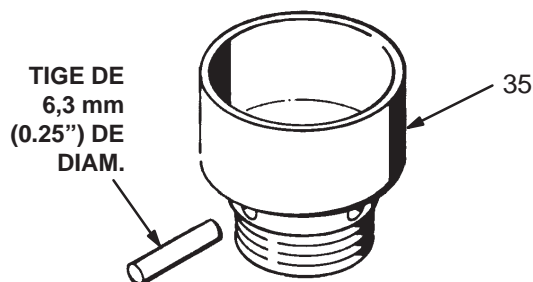

Fig. 3
Laisser l'écrou/la coupelle de presse-étoupe à moitié rempli de liquide d'étanchéité Graco TSL ou de solvant compatible pour prolonger la durée de vie des joints. Régler le serrage de l'écrou (35) chaque semaine de façon à ce qu'il soit suffisamment serré pour éviter les fuites; ne pas serrer excessivement. **Relâcher la pression** avant d'ajuster l'écrou du presse-étoupe, puis serrer l'écrou au moyen d'une clé tricoise ou d'une tige de 6,3 mm (0,25") de diamètre. Voir Fig. 3.